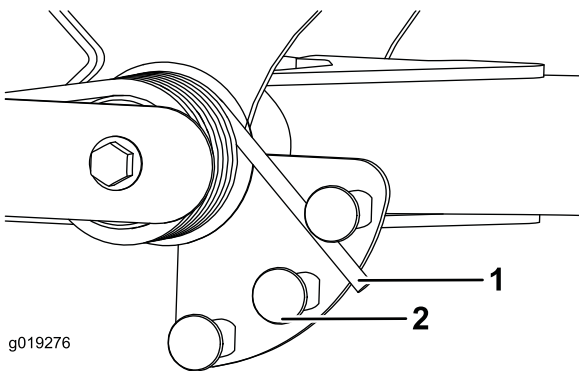

Figura 38
2. Coloque un tubo u otro objeto similar sobre el extremo largo del muelle y gírelo alrededor del actuador del muelle a la posición deseada (Figura 38).